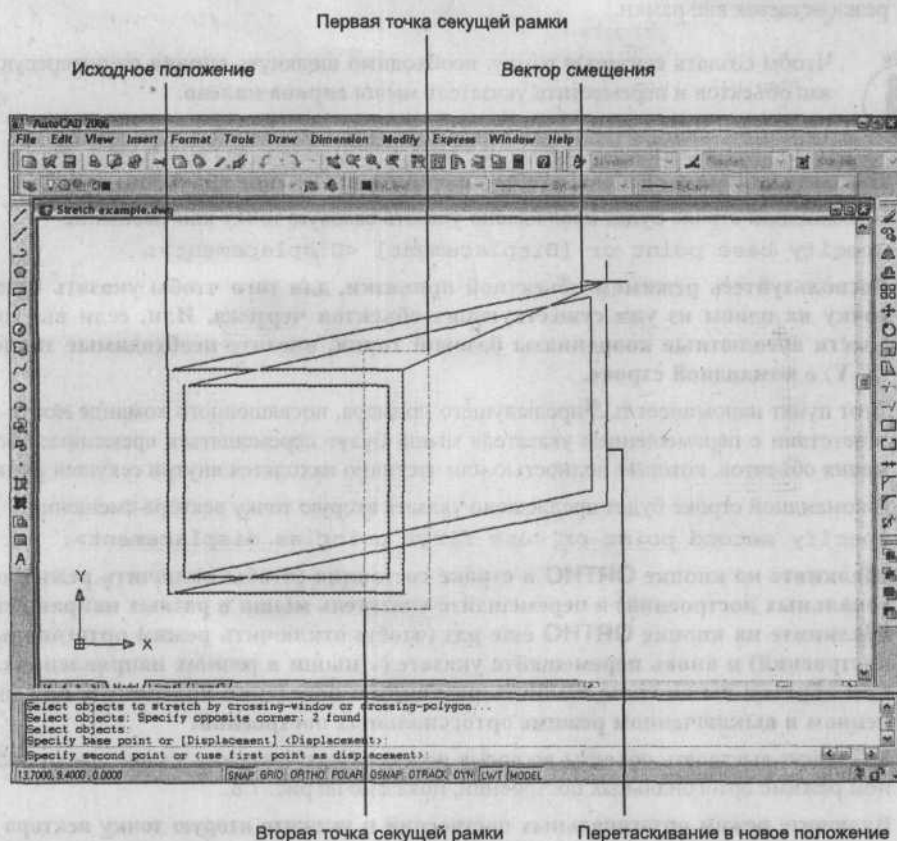

Рис. 7.8. Перетаскивание объектов во время выполнения команды *Stretch*
1. Начертите несколько отрезков, расположив их примерно так, как на рис. 7.8.
Не рисуйте прямоугольник, показанный на рис. 7.8 штриховой линией, — это секущая рамка, которую вы построите, выполняя п. 4 этой последовательности действий.
На рис. 7.8 показана секущая рамка, которая полностью охватывает два вертикальных отрезка в правой части фигуры. Четыре оставшихся длинных горизонтальных отрезка рамкой только пересекаются, и одна из конечных точек каждого горизонтального отрезка остается вне рамки.
Как могут выглядеть объекты во время перемещения указателя мыши при отключенном режиме ортогональных построений, показано на рис. 7.8.